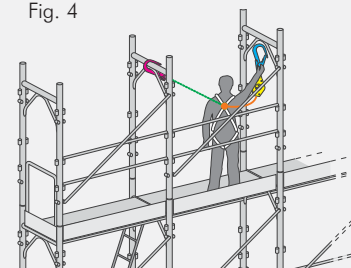

Fig. 5
Para llegar al segundo nivel, el usuario debe instalar un anillo EN 795 (5) en el montante recto interior (más próximo al edificio), junto a la escotilla de acceso. A continuación, puede trepar por la escalera sin que su cintura supere la escotilla del segundo nivel y, seguidamente, debe engancharse al anillo previamente instalado con un elemento de amarre con absorbedor de energía EN 355 (Fig. 5). Una vez con los pies en el segundo nivel, el anillo debe quedar tensado, de modo que el usuario no pueda caerse del andamio (Fig. 6). En este punto, el usuario puede instalar el montante más cercano y engancharse al mismo con el sistema anticaídas retráctil EN 360, para continuar con el montaje del andamio siguiendo el mismo procedimiento.
Per accedere al secondo piano l'operatore dovrà predisporre, sul montante interno in prossimità della botola di accesso, una fettuccia d'ancoraggio EN 795 (5). A questo punto egli dovrà salire sulla scaletta senza superare con la vita l'apertura della botola e assicurarsi alla fettuccia precedentemente predisposta con il cordino con assorbitore di energia EN 355 (Fig. 5). Una volta in piedi sul secondo piano, il cordino dovrà risultare teso in modo che l'operatore si trovi a lavorare in trattenuta, senza il rischio di caduta (Fig. 6). A questo punto l'operatore potrà fissare il montante più vicino, agganciarsi ad esso mediante l'anticaduta retrattile EN 360 e procedere con il montaggio come per il piano precedente.